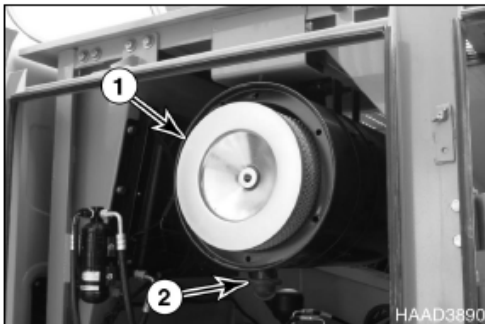

Figura 43
1. Localice el ensamblaje del filtro de aire. Retire la cubierta de acceso (1, Figura 43) y el elemento exterior de la unidad del filtro del aire.
2. Retire y limpie la válvula de goma del evacuador (Figura 43) de la parte final de la carcasa del purificador de aire. Inspeccione cualquier posible indicio de desperfecto o desgaste de los bordes sellantes. Reemplace la válvula en caso necesario.